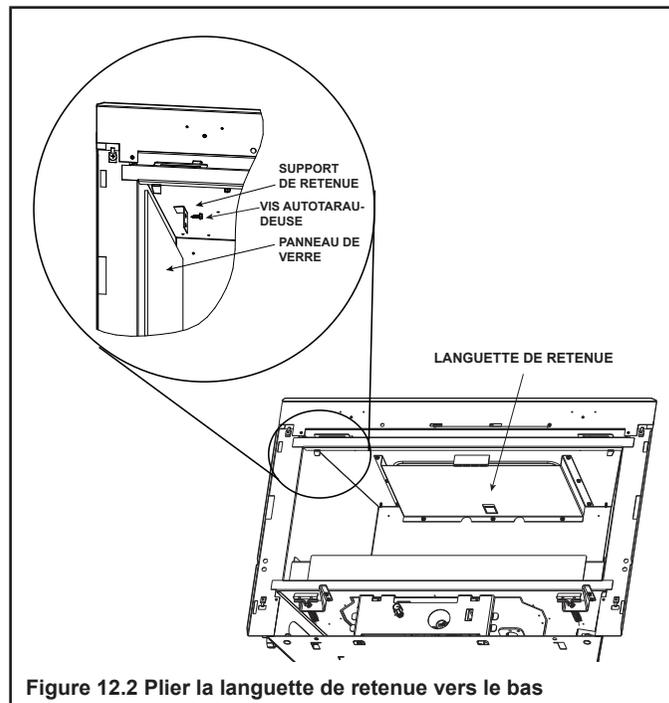
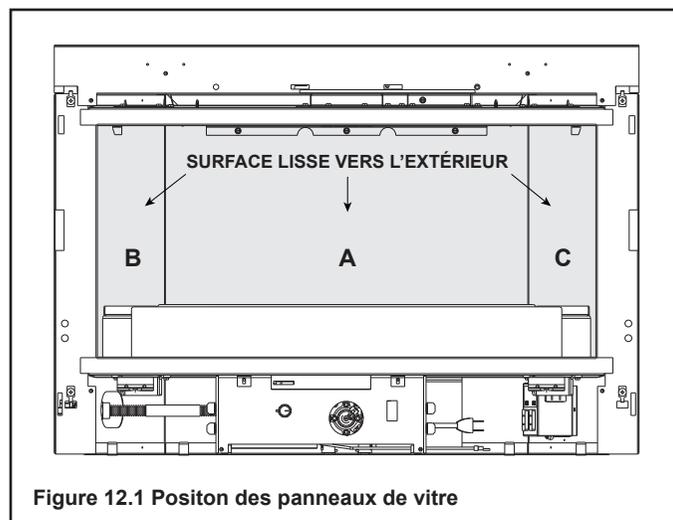

Figure 12.2 Plier la languette de retenue vers le bas
Figure 12.1 Positon des panneaux de vitre
1. Installez le panneau de vitre arrière (voir la Figure 12.1). Pliez la languette de retenue vers le bas pour tenir le panneau de vitre en place (voir la Figure 12.2).
2. Installez le panneau de vitre gauche (voir la Figure 12.1). Installez le support de fixation avec la vis autotaraudeuse fournie pour tenir le panneau de vitre gauche en place (voir la Figure 12.2).
3. Installez le panneau de vitre droit (voir la Figure 12.1). Installez le support de fixation avec la vis autotaraudeuse fournie pour tenir le panneau de vitre droit en place (voir la Figure 12.2).